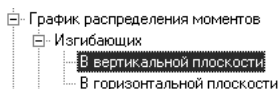

Рис. 3.65. Выбранный вид расчета вала
- щелкните дважды в главном окне системы **Расчет вала** с открытой вкладкой **Расчет вала** на конечном элементе ветви дерева, например по ветви **В вертикальной плоскости**, см. рис. 3.65.